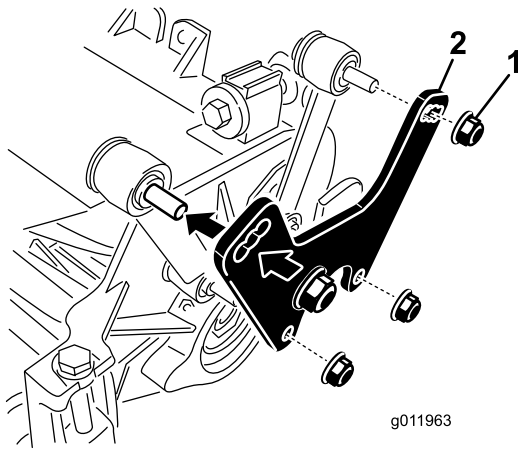

Figura 9
- Rimuovete i dadi e le rondelle che fissano i tiranti di sollevamento alla piastra laterale dell'apparato di taglio e al telaio portante (Figura 9).